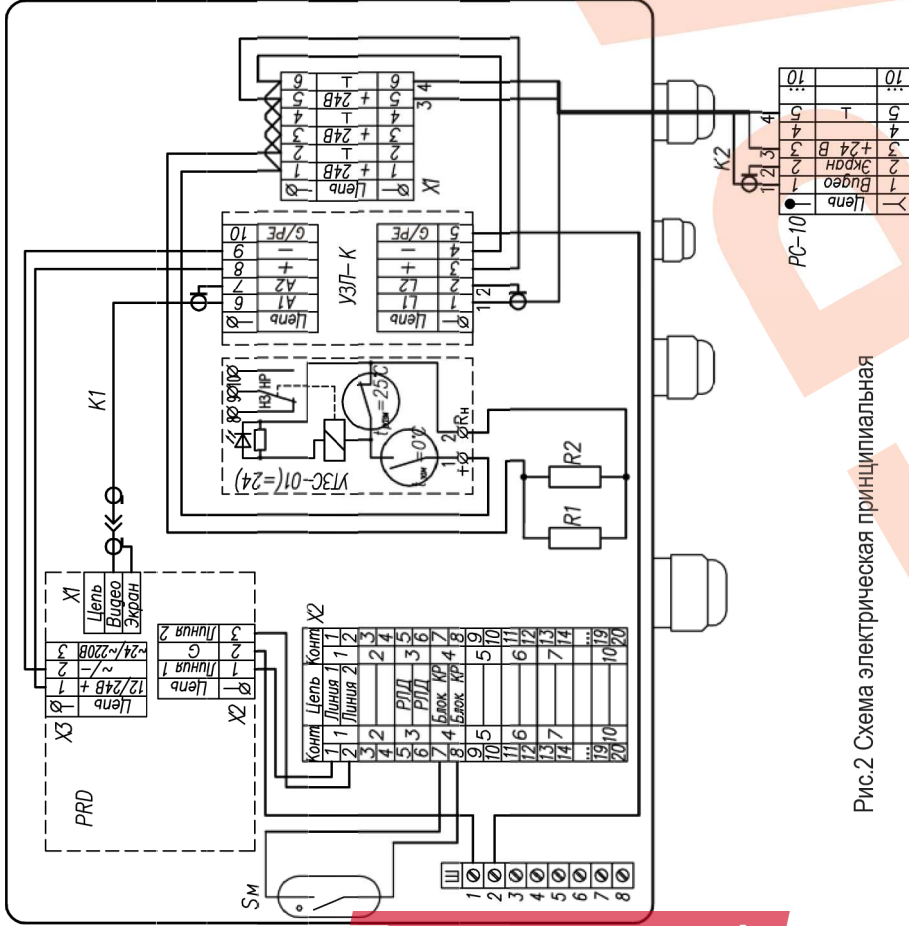
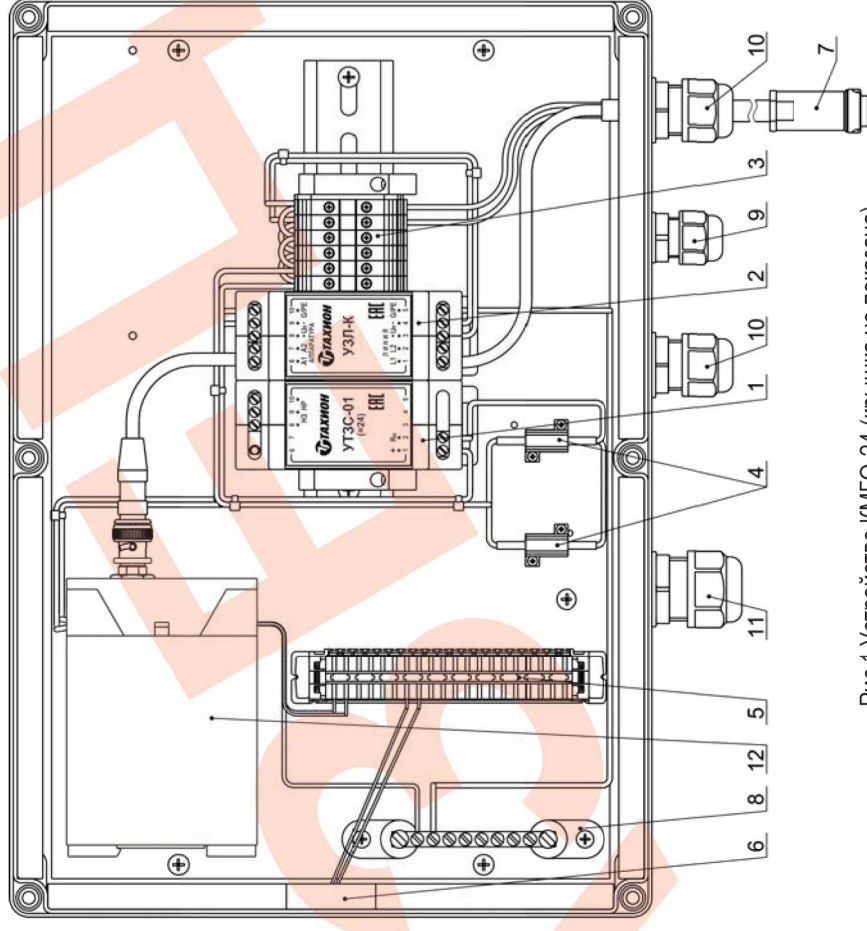

Рис.2 Схема электрическая принципиальная
Рис.1 Устройство КМГО-24 (крышка не показана)
В состав изделия входят (см. рис.1 и рис.2):
Подключение цепей изделия производится в соответствии со схемой электрической принципиальной рис.2. Для подключения необходим контакт нулевой шины Ш (поз.8 рис.1).
4. Подключить магнитоконтактный извещатель Sm (поз.6 рис.1) к внешнему устройству сигнализации через контакты 7 и 8 (4-я пара) плинта X2.
5. Розетку РС-10 (поз.7 рис.1) подключить к вилке РСГ-10, установленной на гермоводке телекамеры.